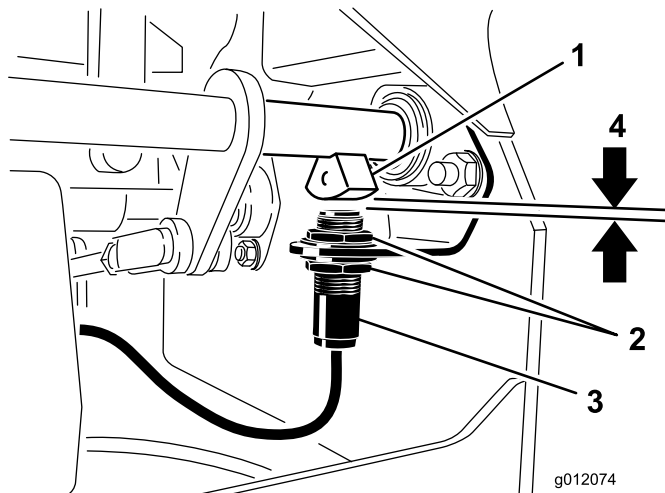

図 53
4. ブレーキシャフト・センサーとインタロックスイッチのプランジャとの距離が 3.9 mm になるように、スイッチの位置を上下させて調整する(図 53)。